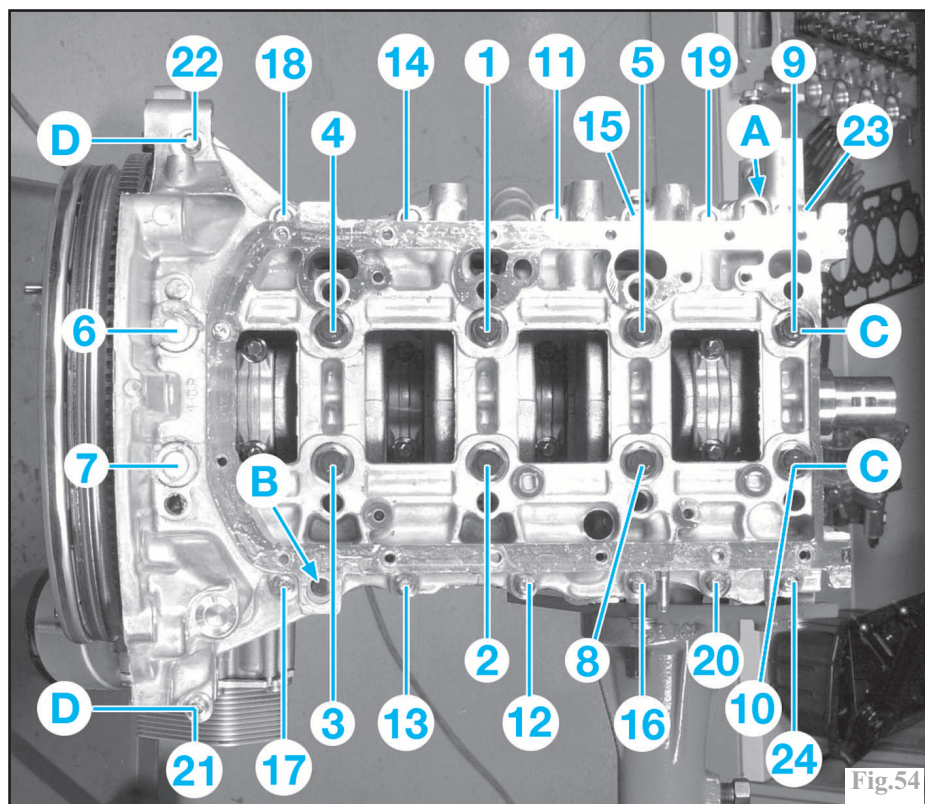

Fig.54
Monter le carter de chapeaux de paliers de vilebrequin sur le carter-cylindres en le centrant avec les 2 piges **PSA 194.N** en (A) et (B) (Fig.54).